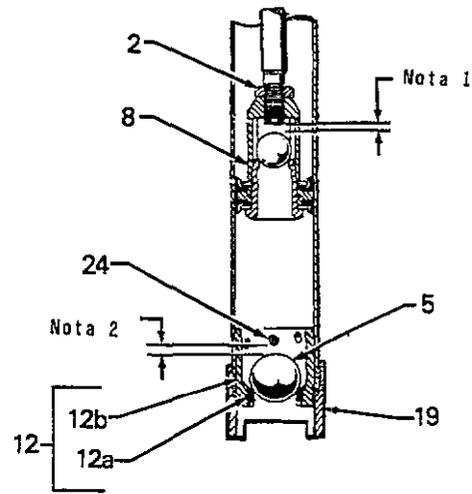

Fig 5
**Para modificar la carrera de la bola de pistón**, aflojar la tuerca de bloqueo (2). Girar el cuerpo de pistón (8) en sentido antihorario para aumentar la carrera y en sentido horario para reducirla. Para los productos de viscosidad media, la carrera de la bola debe ser de 5 mm. Ver la Fig. 5. La reducción de la carrera de la bola reduce las sacudidas de inversión, pero una reducción demasiado importante de la carrera de la bola limita el caudal y ralentiza la bomba.
**Para modificar la carrera de la bola de válvula de pie**, introducir el pasador de tope de bola (24) en el juego de orificios superior o inferior. Utilizar los orificios del medio para los productos de viscosidad media.